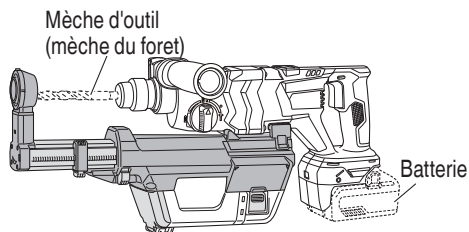

Fig. 2
- Lors de la fixation, du retrait ou de l'ajustement du système d'extraction de poussière, afin d'éviter tout risque d'accident, assurez-vous d'éteindre le commutateur de l'outil, et retirez la batterie et la mèche de l'outil. (Fig. 2)